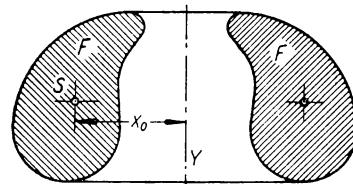

Bild 96
b) Wenn eine Fläche F um eine in ihrer Ebene liegende Achse Y kreist (Bild 96), so beschreibt sie einen **Umdrehungskörper**. Der Rauminhalt desselben ist gleich erzeugender Querschnittsfläche F mal Weg ihres Schwerpunkts: